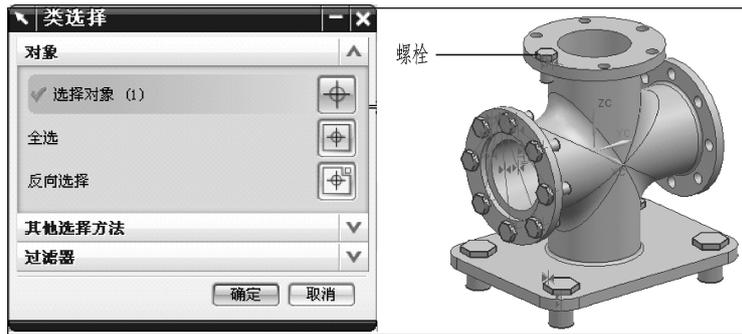

图 8.51 选择螺钉作为阵列源
① 选择菜单命令“装配→组件→创建阵列”，系统打开【类选择】对话框，选择螺栓，如图 8.51 所示，单击【确定】按钮。